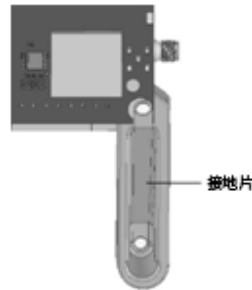

図 4：接地片
4. 通信ボードをアダプタ上に配置し、通信ボード上に接地片を置きます (図 4参照)。